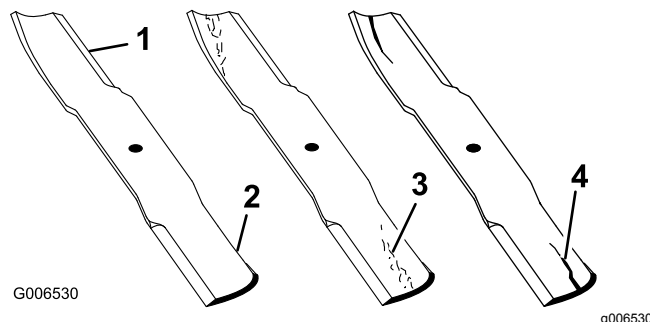

Figura 31
2. Verificate accuratamente i taglienti, con particolare attenzione ai punti d'incontro delle sezioni piatta e curva della lama (Figura 31). Sabbia e materiali abrasivi possono consumare il metallo che connette le sezioni piatta e curva della lama, per cui si consiglia di controllare la lama prima di usare la macchina. Se notate dell'usura (Figura 31), sostituite la lama; fate riferimento a Rimozione e montaggio della lama \(o delle lame\) (pagina 23).
Se continuate ad usare la lama usurata, si forma una scanalatura tra la costa e la sezione piatta della lama (Figura 31). Alla fine, un pezzo di lama può staccarsi e venire lanciato dal sottoscocca, con il rischio di ferire gravemente voi o gli astanti.